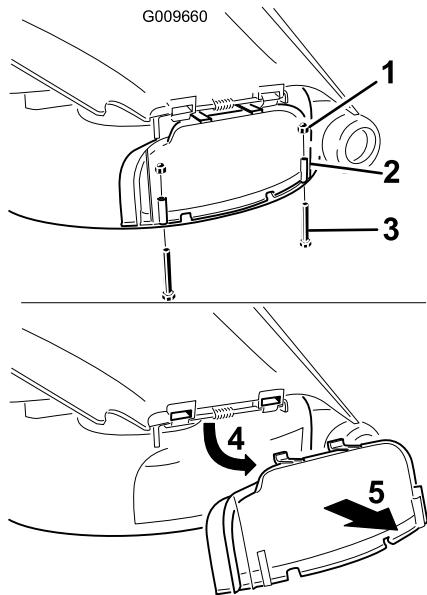

Figura 28
- Remova os 2 parafusos e porcas que fixam a cobertura de descarga ao cortador (Figura 28).